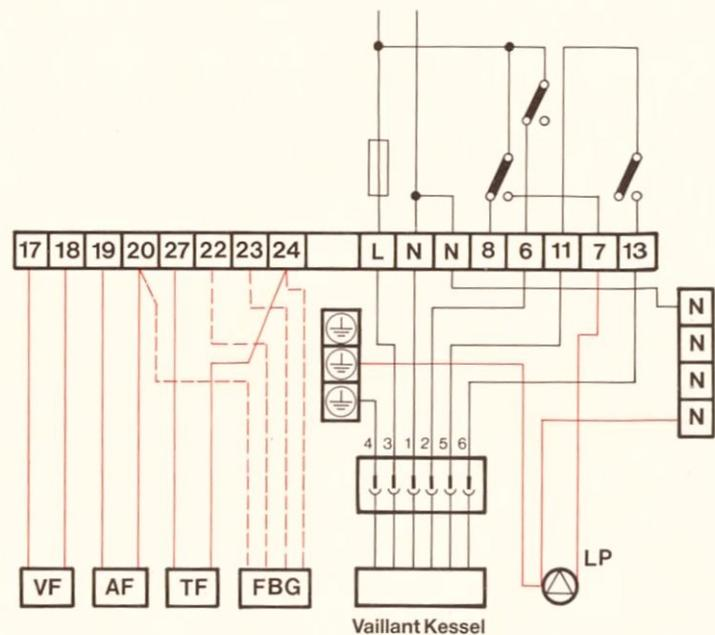

Abb. 6
Zum Einbau des Kompaktreglers muß der Kessel bzw. das Schaltpult mit der anschlussfertig verdrahteten Sockelplatte (3) zum Aufstecken des Kompaktreglers ausgestattet sein. Siehe hierzu auch zugehörigen Verdrahtungsplan Abb. 6, Seite 7.
Die braune Ader (7) und die blaue Ader (9) entsprechend der Abbildung 6 anklammern. (Die Klemme mit der roten Markierung bleibt frei).
Anschlußverdrahtung der Geräte entsprechend den Verdrahtungsplänen Abb. 6, 7, 8 und 9 vornehmen.